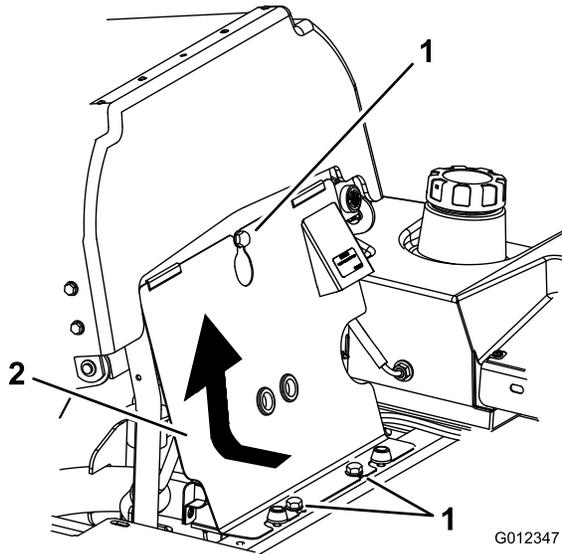

Figura 45
1. Inclinate il sedile in avanti, allentate i bulloni e togliete il pannello anteriore del motore (Figura 45).